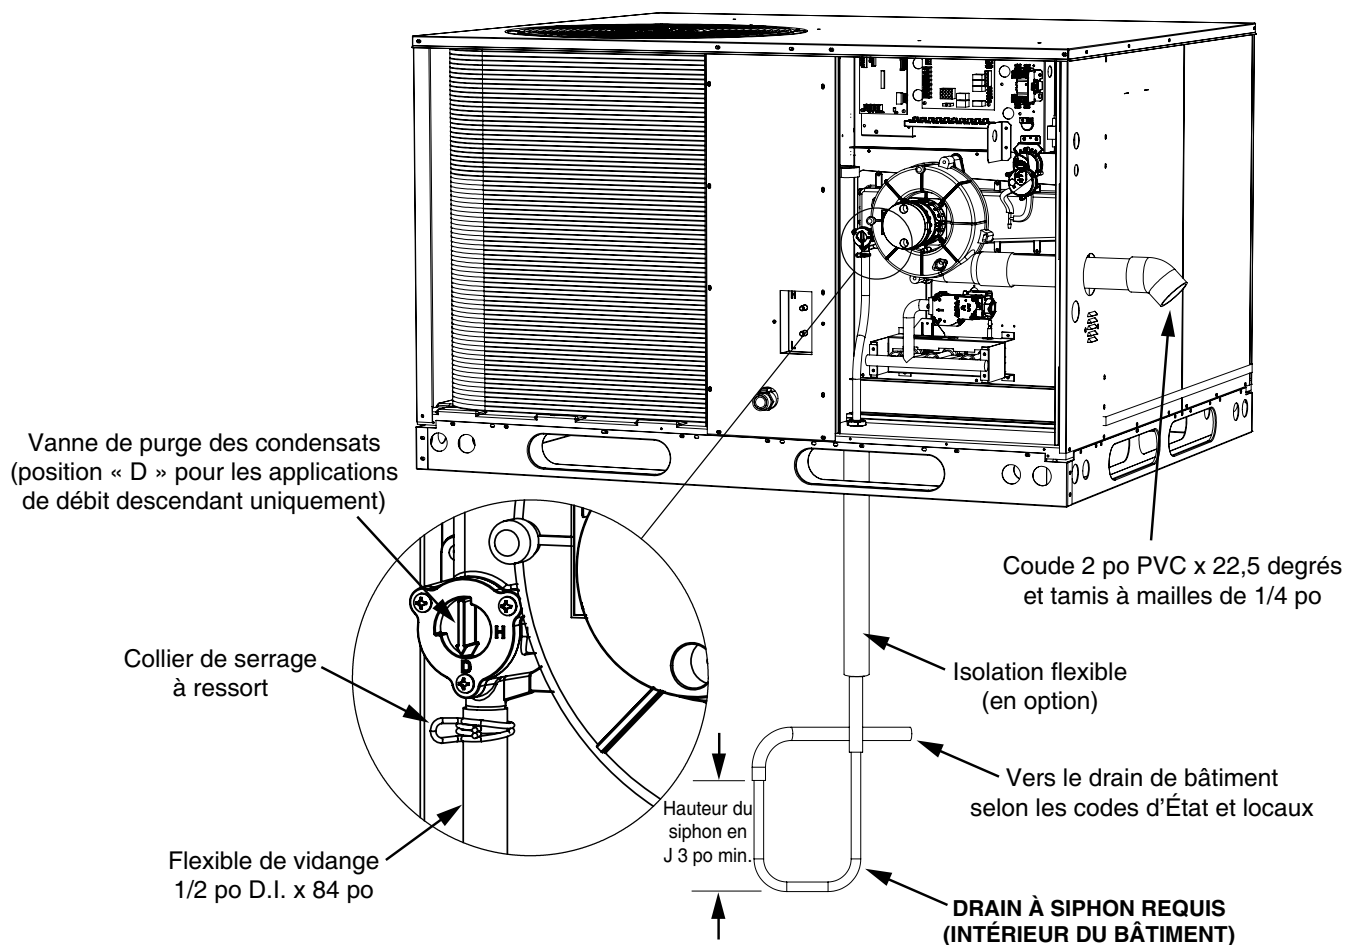

Figure 24. Élimination du condensat
3. Mesurez et coupez une section de PVC de 2 po qui s'étend verticalement depuis le bas du raccord de vidange de 3/4 po au bas du raccord en T jusqu'à l'ensemble coude/réducteur de 2 po reposant sur la base rocheuse, comme illustré à la Figure 24 \(page 48\).
11. Collez ou utilisez deux vis de 1/2 po de longueur (fournies sur place) pour fixer le raccord en T en PVC de 2 po au tuyau d'aération horizontal de l'unité. Voir la jonction A à la Figure 24. **REMARQUE :** La fixation du raccord en T sur le tuyau de ventilation horizontal à l'aide de vis de 1/2 po facilite le démontage pour un nettoyage ou une inspection ultérieurs du système de vidange/ventilation.
5. Cimentez ou fixez mécaniquement l'ensemble (avec des vis de 1/2 po de longueur) dans la partie supérieure du raccord en T. Vérifiez que la prise est perpendiculaire à l'unité. Voir la jonction B à la Figure 23 et la Figure 24.
Avant de soulever et de mettre l'unité en place, le petit morceau de conduite de vidange installé en usine, situé à côté de la section du brûleur de l'unité, doit être retiré de la vanne de purge du boîtier collecteur de l'échangeur thermique pour permettre le passage de la conduite de vidange des condensats installée avec la boîte de toit. La vanne de purge des condensats se trouve dans le coin inférieur gauche du boîtier collecteur de l'échangeur thermique. Voyez la Figure 24 \(page 48\). Déposez la conduite de vidange et le passe-câble en caoutchouc situés dans le carter inférieur de l'unité; mettez le passe-câble en caoutchouc de côté pour une utilisation ultérieure.
Pour les applications de débit descendant, la position réglée en usine de la vanne de purge des condensats doit être changée de la position horizontale (H) à la position de débit descendant (D). La vanne de purge des condensats se trouve dans le coin inférieur gauche du boîtier collecteur de l'échangeur thermique, à gauche du moteur de l'inducteur. Voyez la Figure 24. Faites tourner avec précaution la vanne de 90 degrés dans le sens des aiguilles d'une montre jusqu'à ce que la flèche soit orientée verticalement vers le bas.
- Pour les installations où le dégagement nécessaire au siphon en J est limité (comme un comble, où le siphon peut être installé entre des solives de plafond), il est possible de raccourcir les deux côtés du siphon en J jusqu'à un minimum de 3 pouces. Voyez la Figure 24 \(page 48\).